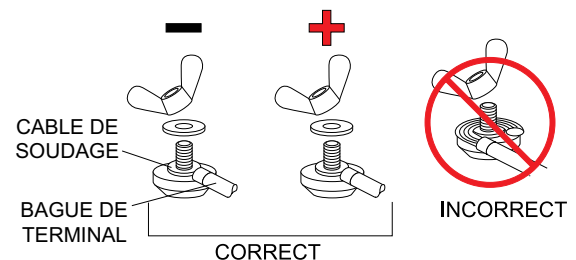

Figure 15. Bornes de sortie du soudeur
- TOUJOURS** fixer des connecteurs à anneau (Figure 15) à l'extrémité du câble de soudage qui sera connectée aux bornes de sortie du soudeur.
- NE JAMAIS** connecter des fils exposés (Figure 15) directement aux bornes de sortie du soudeur. Les fils exposés peuvent provoquer des chocs ou une rupture diélectrique en raison d'un mauvais contact.